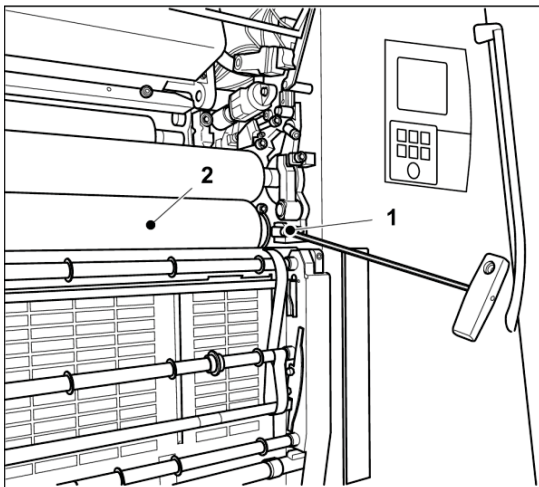

図 34 インキ着けローラ4の取り外し
両側でTレンチを六角形(図34/1)に差し込んで、ラッチを下向きにします。
3. インキ着けローラ(図34/2)を印刷ユニットから取り出します。